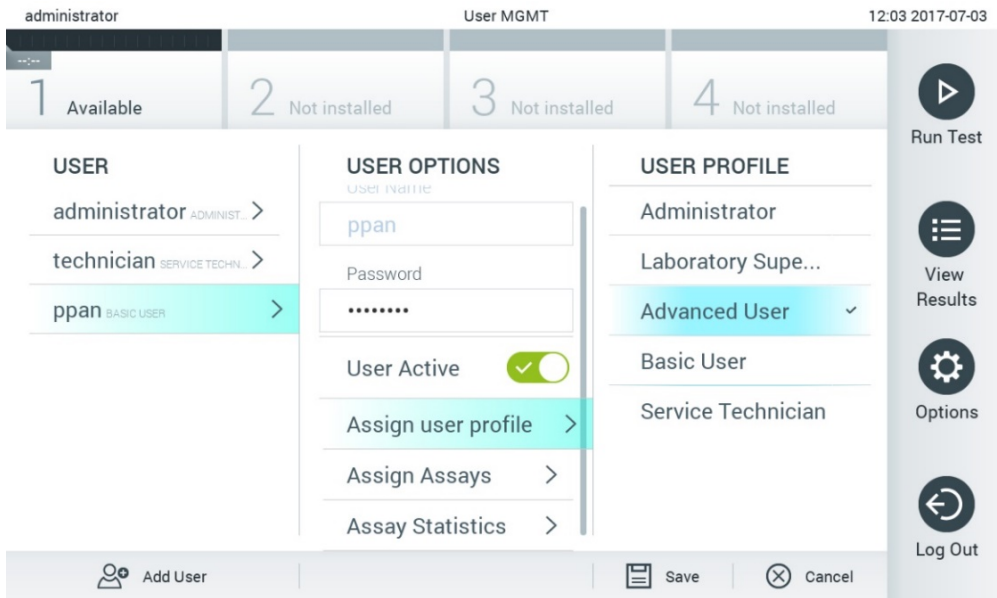

图 61. 为用户分配用户配置文件。
- Assign User Profile (分配用户配置文件)：允许为该用户分配不同的用户配置文件 (例如, Administrator [管理员]、Laboratory Supervisor [实验室主管]、Advanced User [高级用户]、Basic User [基本用户])。从内容区域右侧的列表选择合适的用户配置文件 (图 61)。